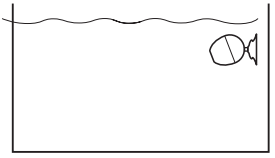

Abbildung 1
- Befestigen Sie das Beleuchtungssystem an der Glasinnenseite des Aquariums. (Siehe Abbildung 1)